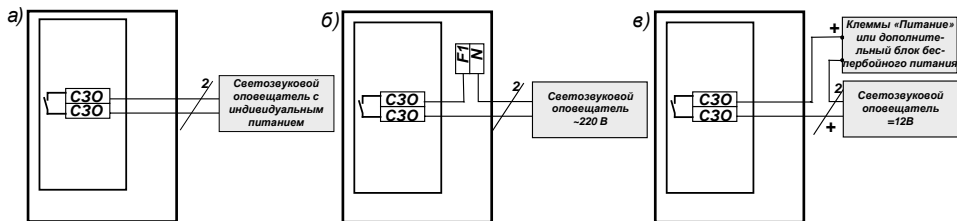

Рис.3
- 2.2.6 Подключить светозвуковой оповещатель к клеммам «СЗО» на плате «ТТ401», соблюдая полярность при подключении. Варианты подключения вспомогательных устройств смотри на Рис.3 РЭ.